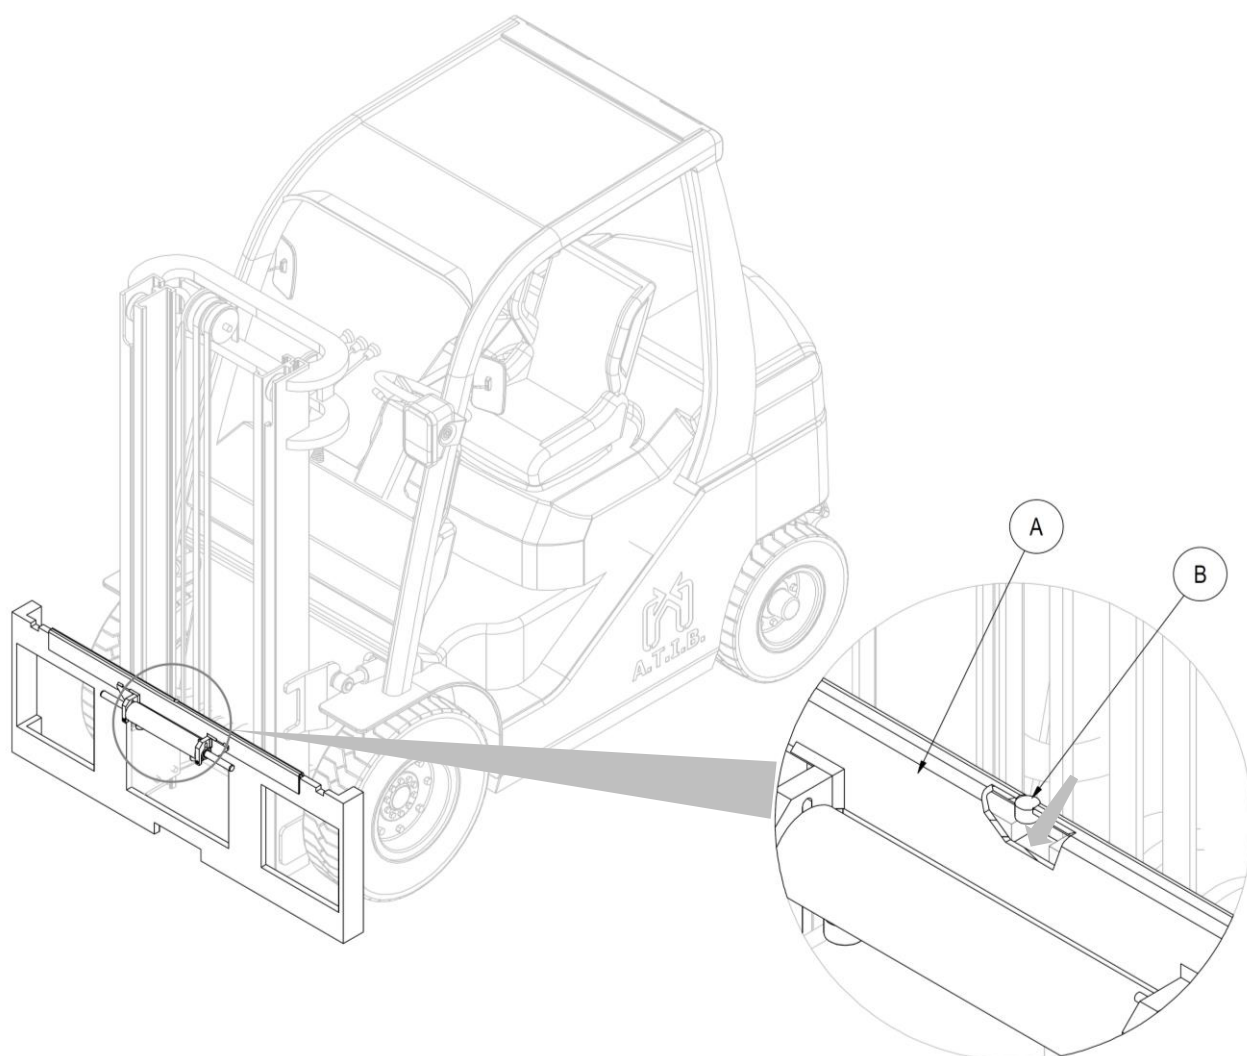

Figura 6
4. Prendere manualmente il doppio gancio **A** (con il relativo cilindro) e posizionarlo sul profilo superiore della piastra porta forche, avendo cura di incastrare il perno di centraggio **B** nella tacca centrale della stessa (vedi *Figura 6*).